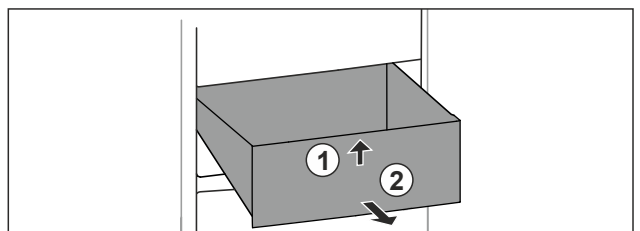

Fig. 77
- ▶ Lade aan de voorkant optillen. Fig. 77 (1)
- ▶ Lade naar voren toe verwijderen. Fig. 77 (2)